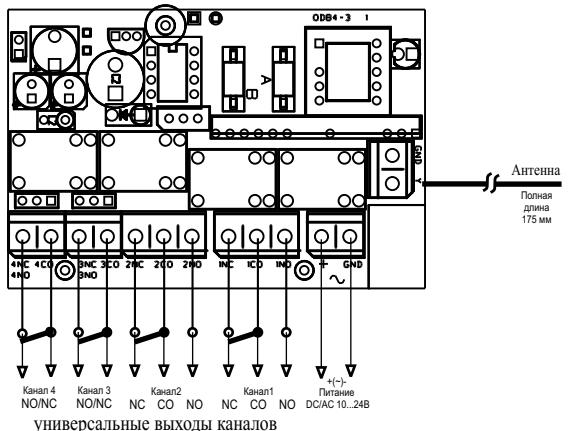
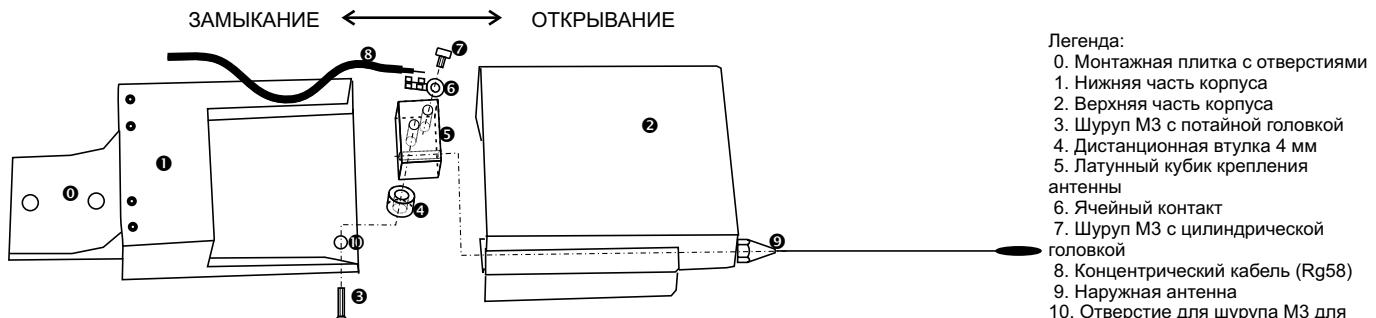

Рис. 1. Модуль приемника ZSP-4B.
Рис. 3. Вид корпуса приемника ZSP-4B и монтажных элементов наружной антенны ZSP-4.
- Открыть корпус приемника ZSP-4B (рис.3) - открутить (возможно уже имеющуюся) наружную антенну и снять верх корпуса (выдвигая его).
- Внутри имеется непосредственный доступ до кнопок блока питания приемника, зажимов канала 1 и 2 и до зажимов антенны (рис.1). Чтобы дойти до зажимов каналов 3 и 4 надо полностью вынуть электронный модуль из корпуса, предварительно открутив шуруп M3, который блокирует возможность демонтажа модуля (рис.3 элемент 3).
- Уместить нижнюю часть корпуса в требуемом месте при помощи прилегающего к нему захвата с двумя отверстиями (рис.3). Для крепления использовать болты с максимальным диаметром 5 мм.
- Надвинуть верхнюю часть корпуса и вкрутить наружную антенну в верхнее отверстие (рис.3). Наружная антenna с нарезной стороны имеет прокладку, которая в соединении с корпусом дает гарантию защиты от воды. Монтаж закончен.
- Открыть корпус приемника (рис.3) и демонтировать электронный модуль - открутить (если таковая уже имеется) наружную антенну и снять (выдвигая) верхнюю часть корпуса, открутить шуруп M3, который блокирует возможность демонтажа модуля (рис.3 элемент 3), вынуть модуль из нижней части корпуса, демонтировать латунный кубик крепления антенны, выкручивая из него дополнительный шуруп M3.
- использовать оставшийся после демонтажа шуруп M3x10 с потайной головкой (рис. 3 элемент 3) и дистанционную втулку высотой 4 мм (4). Шуруп вложить в отверстие в нижней части корпуса приемника, наложить дистанционную втулку и вкрутить в расположенный соответствующим образом латунный кубик (5).
- Соединить модуль приемника ZSP-4B с монтируемой наружной антенной, используя соответствующий провод, на прим.: RG58 (8). Концентрический кабель RG58 характеризуется полным сопротивлением величиной 50 Ohm, возможностью работы при частоте сигнала 433 МГц, а длина равняется многократности 68 см (длина волн). Использование слишком длинного провода (оптимальный до 3 м) или провода с плохой характеристикой, вместо увеличения радиуса действия приведет к его уменьшению. Кабель нужной длины надо изолировать и подключить с одной стороны к зажимам модуля приемника: к зажиму „Y” внутреннюю жилу кабеля, а до „GND” экран кабеля. С другого конца кабеля снять наружную изоляцию и экран на длине 15 мм, внутреннюю жилу кабеля отизолировать на длине 5 мм. Затем прикрепить к ней ячейковый наконечник (6) и прикрутить к свободному отверстию на латунном кубике, используя оставшийся после демонтажа шуруп M3x5 с цилиндрической головкой (7). Экран кабеля следует соединять только по стороне модуля радиоприемника!!!
- Надвинуть верхнюю часть корпуса (2) и вкрутить наружную антенну (9) в находящееся наверху отверстие. Наружная антenna с нарезной стороны имеет прокладку, которая в соединении с корпусом гарантирует защиту от воды.
Каналы 1 и 2 приемника имеют три зажима: NO (нормально открытый) NC (нормально закрытый) и CO (совместный зажим). Эти зажимы являются выходами контактов реле (рис.1). Максимальная нагрузочная способность контактов реле каналов от 1 до 3 составляет 1A/24V DC(AC). Нагрузочная способность контакта канала 4, это 5A/24V DC(AC). Каналы 3 и 4 приемника ограничены до двух зажимов в каждом. Режим их работы NC или NO устанавливается при помощи переключателей, расположенных на платке приемника (рис.4).